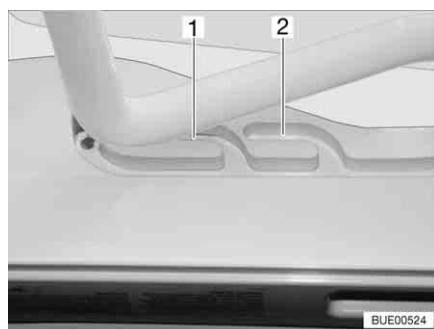
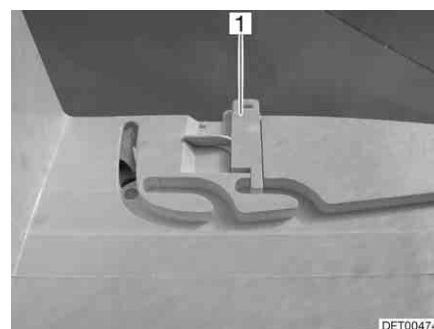

Bild 70 Heki-takluckan i ventilationsläge
Bild 71 Lås ventilationsläge
Heki-takluckan kan ställas i två ventilationslägen: Läget för dåligt väder (Bild 70,1) och mittläget (Bild 70,2). Beroende på modell kan takluckan låsas i mittläget med de båda spärrarna (Bild 71,1) till höger och vänster om ramen till takluckan.
- Tryck bygeln lätt uppåt och skjut in den i det valda spåret (Bild 70,1 eller 2) och lås eventuellt.